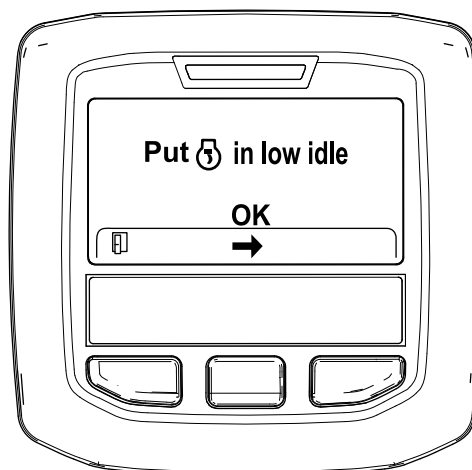

Figure 42
6. Placez la commande d'accélérateur en position de RALENTI et appuyez sur le bouton central (Figure 42).